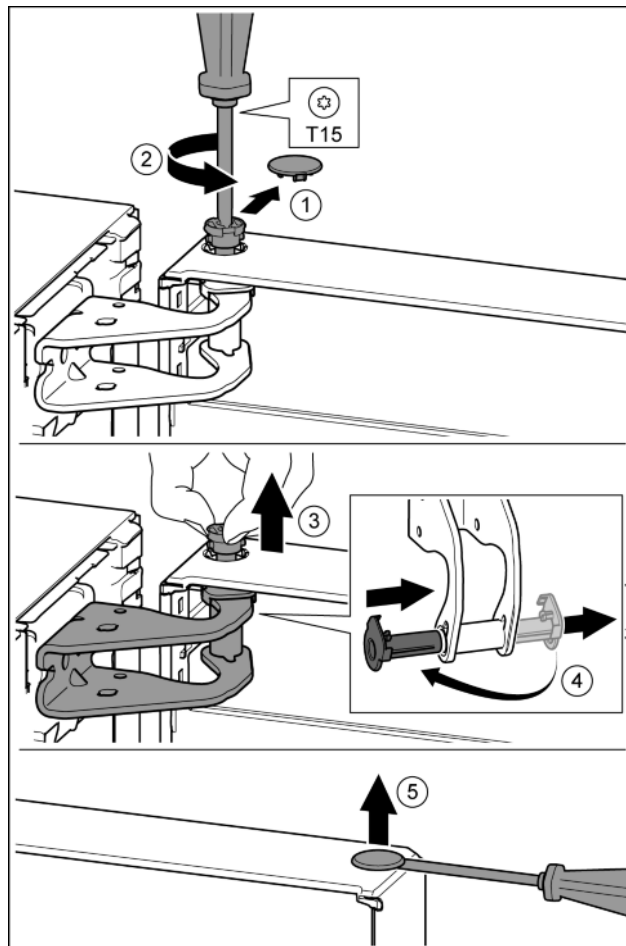

Fig. 9
- ▶ Осторожно снять предохранительную крышку. Fig. 9 (1)
- ▶ Немного выкрутить палец отвёрткой T15. Fig. 9 (2)
- ▶ Удерживать дверь и вытянуть палец рукой. Fig. 9 (3)
- ▶ Опорную втулку вывести из направляющей. Установить и зафиксировать с другой стороны. Fig. 9 (4)
- ▶ Осторожно приподнять шлицевой отвёрткой заглушку из опорной втулки двери и вынуть. Fig. 9 (5)